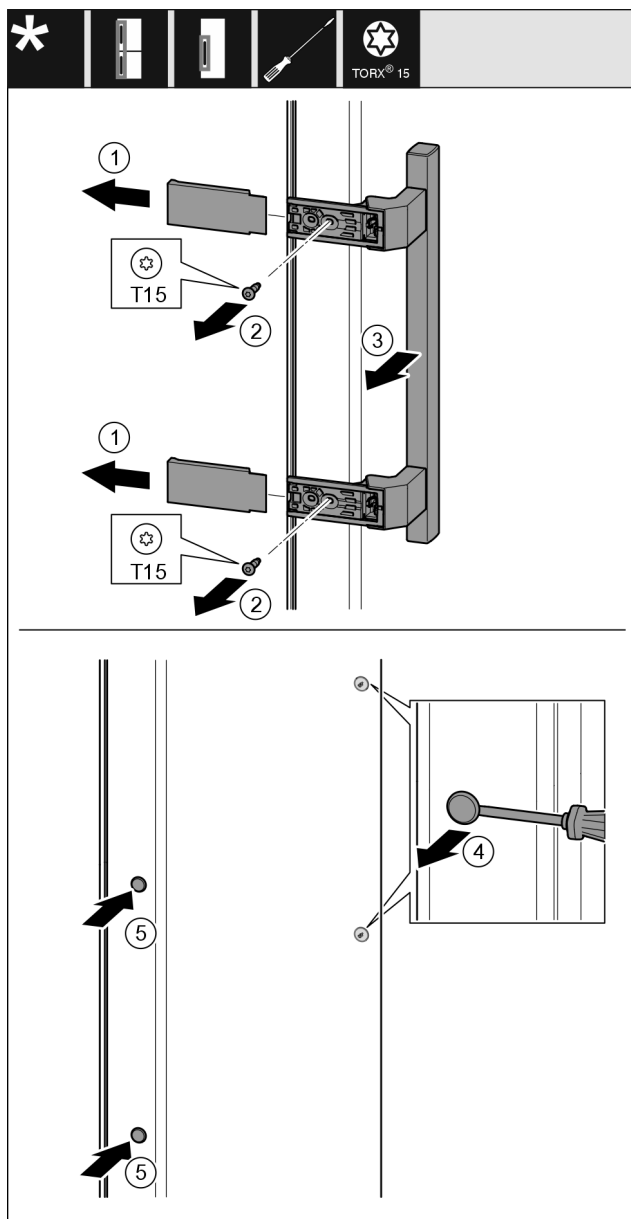

Fig. 21
- ▶ Retirer le cache Fig. 21 (1).
- ▶ Retirer les vis Fig. 21 (2) avec un tournevis.
- ▶ Retirer la poignée Fig. 21 (3).
- ▶ Soulever et retirer avec précaution le cache latéral Fig. 21 (4) avec un tournevis plat.
- ▶ Replacer le cache Fig. 21 (5) de l'autre côté.